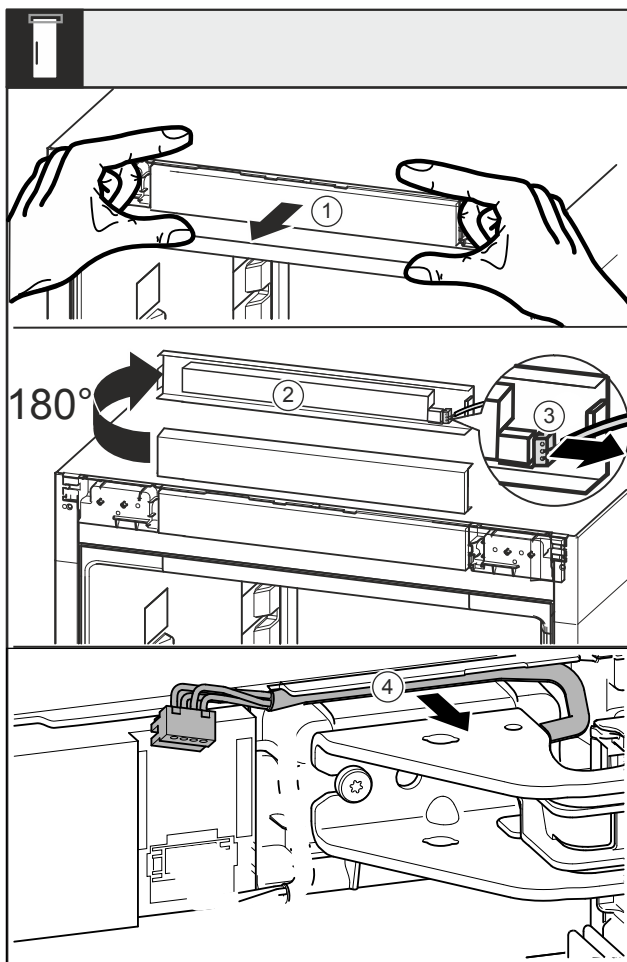

Fig. 16
- ▶ Otpustite masku Fig. 16 (1) prema naprijed.
- ▶ Okrenite masku Fig. 16 (2) prema gore za 180°.
- ▶ Pritisnite jezičac na utikaču Fig. 16 (3) prema natrag i oprezno izvucite utikač.
- ▶ Otpustite kabel Fig. 16 (4) iznad podloška ležaja iz vodi-lice.